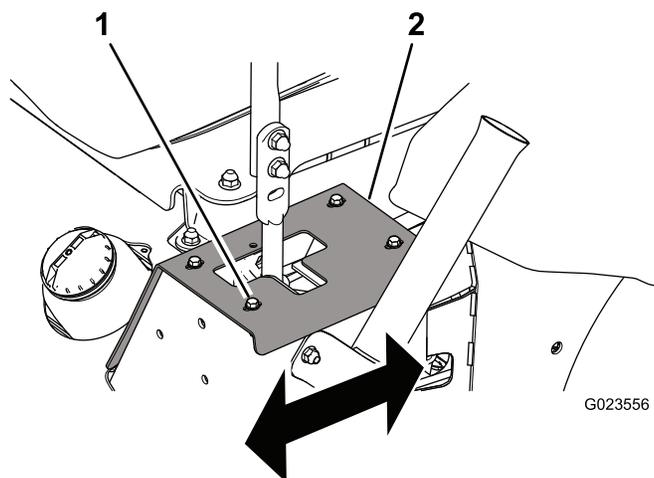

Figura 56
- Si se desvía hacia la derecha, afloje los pernos y ajuste la placa de tope izquierdo hacia atrás hasta que la máquina avance en línea recta (Figura 56).
- Si se desvía hacia la izquierda, afloje los pernos y ajuste la placa de tope derecho hacia atrás, hasta que la máquina avance en línea recta (Figura 56).
1. Perno (4)
5. Apriete los pernos para sujetar la placa de tope (Figura 56).